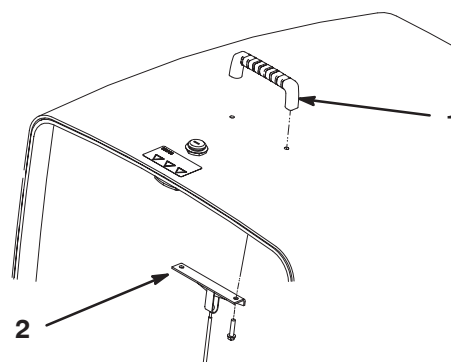

Figure 4
2. Montez la poignée et le support de câble sur le capot au moyen de (2) vis (Fig. 4).